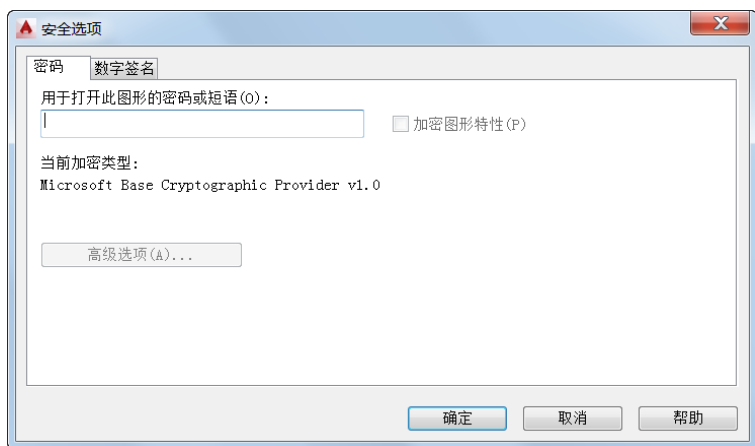

图 2-4 “安全选项”对话框
- “安全选项”按钮：单击此按钮，打开图 2-4 所示的“安全选项”对话框，其中提供了数字签名和密码选项，保存文件时将调用这些选项。